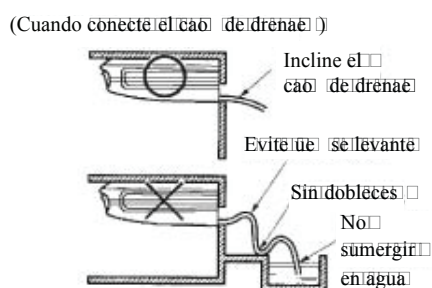

Fig.12.10
- Mantenga el tubo de drenaje lo más corto posible y de inclinación hacia abajo en un gradiente de al menos 1/100 para evitar burbujas de aire (Ver Fig.12.10)
- Use manguera de drenaje ② y abrazadera ①.